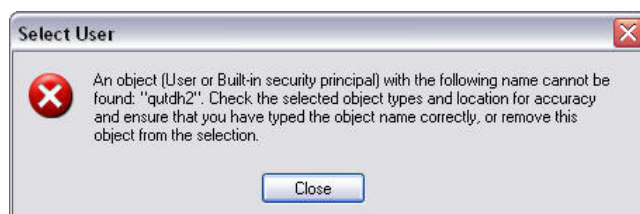

FIG. 61
- j. Si l'ordinateur ne peut pas trouver votre nom d'utilisateur le message d'erreur indiqué à la FIG. 61 s'affiche. Cochez Selectionner les types et la localisation de l'objet pour plus de précision et essayez d'entrer votre nom d'utilisateur de nouveau. Si vous recevez toujours le message d'erreur, contactez le responsable de TI pour une assistance.